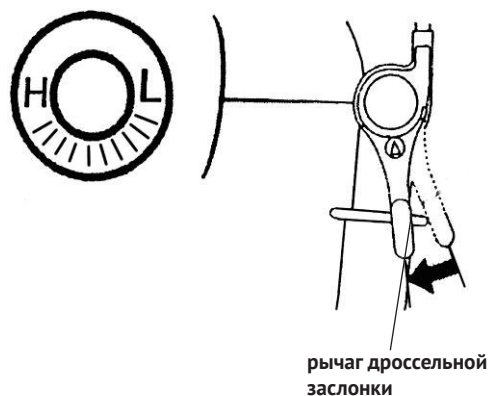

рис.8
- перевести рычаг дроссельной заслонки немного влево, как показано на рис.8;
После прогрева двигателя в течение 10-40 секунд (в зависимости от начальной температуры), переведите рычаг воздушной заслонки в крайнее правое положение - „открыто“, а рычаг управления дроссельной заслонкой (рис.8) в положение «минимально».
- перевести рычаг регулировки дроссельной заслонкой (рис.8) в положение «минимально»;